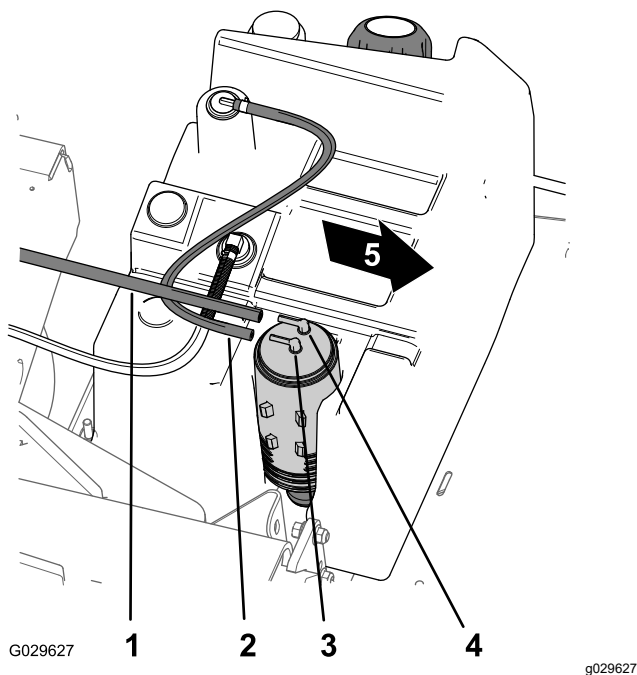

Bild 46
- Schließen Sie den Saugschlauch vom Anschlussstück am Aktivkohlefilter ab, das mit „Purge“ markiert ist (Bild 46).
2. Schließen Sie den Kraftstofftankschlauch vom Anschlussstück am Aktivkohlefilter ab, das mit „Fuel Tank“ markiert ist (Bild 46).
8. Befestigen Sie den Saugschlauch am Anschlussstück am Aktivkohlefilter, das mit „Purge“ markiert ist, und den Kraftstofftankschlauch am Anschlussstück, das mit „Fuel Tank“ markiert ist (**Bild 46**).